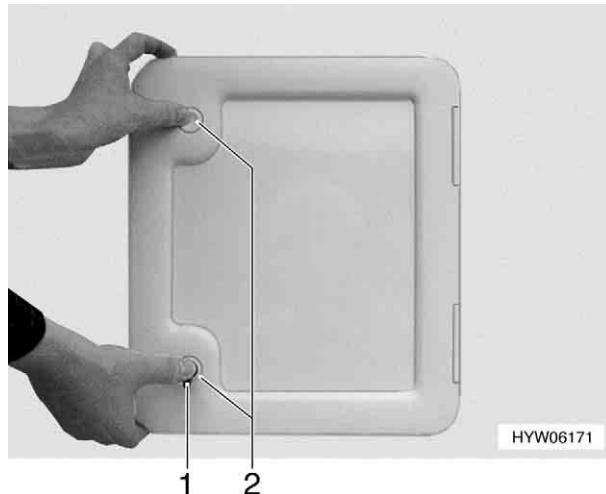

Fig. 97
Lo sportello della cassetta Thetford (Fig. 97) si trova all'esterno del caravan:
- Aprire la serratura a pressione (Fig. 97,1) con la chiave.
- Premere contemporaneamente entrambe le serrature a pressione (Fig. 97,2) e aprire lo sportello della cassetta Thetford.